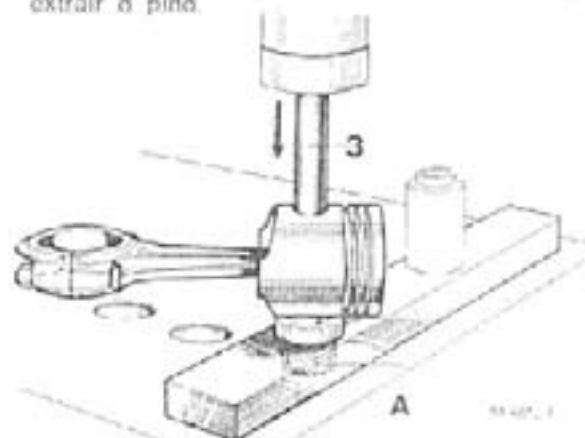

fig. 18 — remoção do pino do êmbolo - típico
1. Apoiar o êmbolo na luva (A) da base e instalar o pino de extração (3) sobre o pino do êmbolo como mostra a fig. 18 utilizando-se uma prensa para extrair o pino.